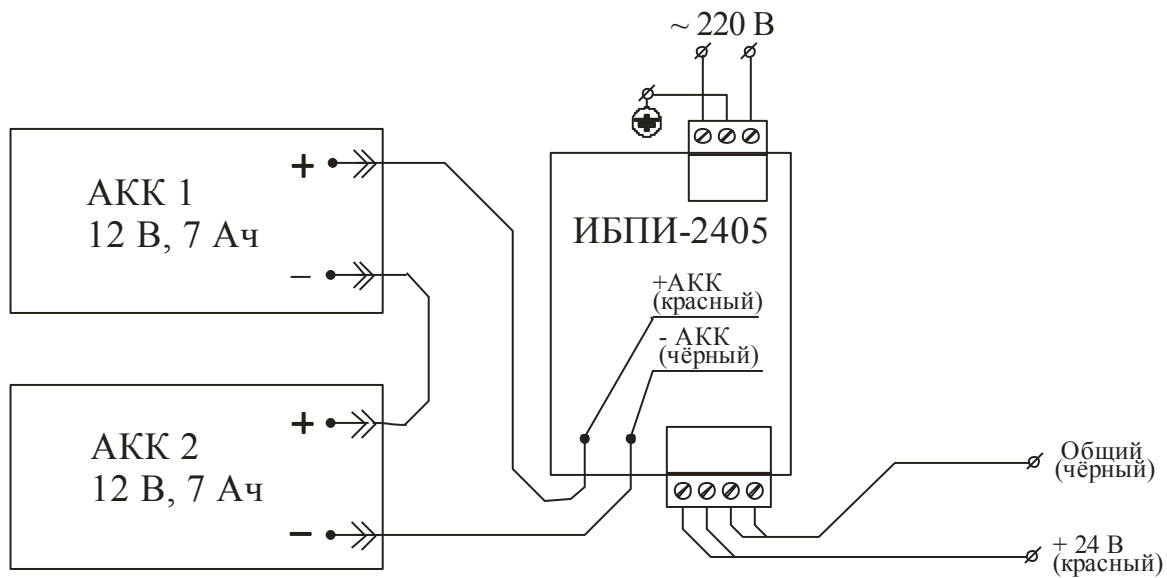

Рис.2 Схема подключения ИБПИ-2402, ИБПИ-2405.
7.6 После выполнения всех монтажно-наладочных работ, источник закрывается и пломбируется этикеткой, которая имеет функцию одноразового пломбиратора (рис.2, Приложение 4).